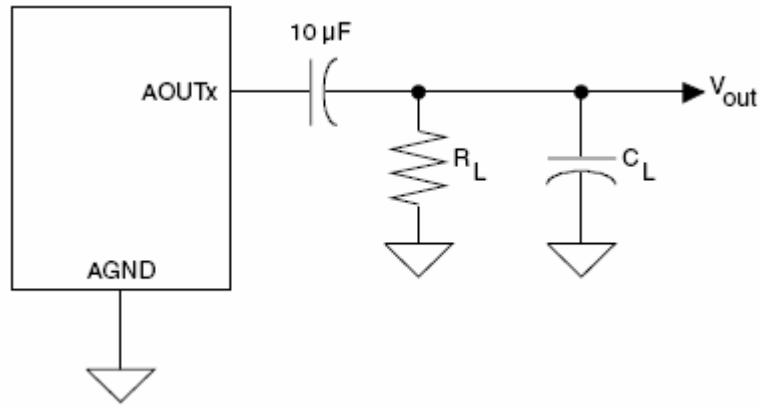

图 1 输出测试电路
- 模拟参数 (满量程输出正弦波, 997Hz; 测试负载,  $R_L=10\text{k}\Omega$ ,  $C_L=10\text{pF}$  (见图 1)。除非特别声明, 在基速率模式下, 测量带宽为 10Hz 到 20kHz,  $F_s=48\text{kHz}$ ; 在高速率模式下, 测量带宽为 10Hz 到 40kHz,  $F_s=96\text{kHz}$ 。)